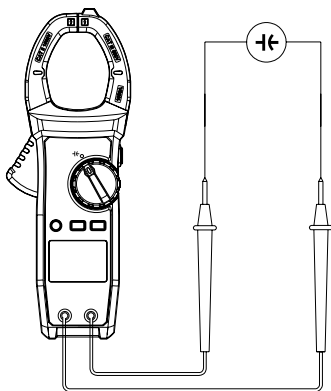

Рис.10. Измерение ёмкости
- 2) Проводите измерения в режиме REL (относительные измерения). Установите переключатель на  для перехода в режим (см. рис. 10).